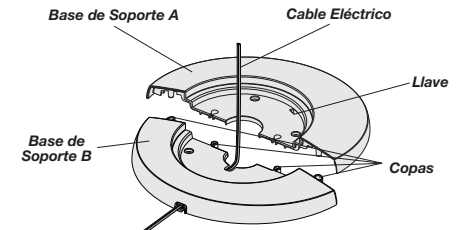
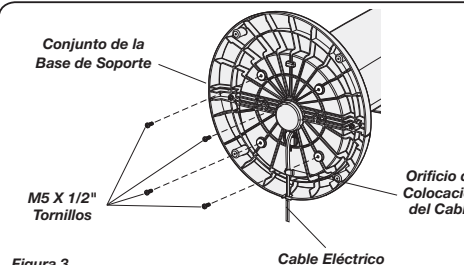

Figura 1
Figura 3
2. Arme las Mitades de la Base de Apoyo encastrando las Puntas de la Base de Apoyo A con los Orificios para Puntas en la Base de Apoyo B. Conecte el Cable Eléctrico a través del orificio grande en el centro de la Montura de la Base de Apoyo. (Figura 1)
4. Alinee la Montura de la Base de Apoyo con la Base del Motor, teniendo en cuenta que la ranura del cable en la parte inferior de la montura de la base de apoyo debe apuntar hacia la parte posterior del Ventilador. Adose la Montura de la Base de Apoyo a la Base del Motor con (4) Tornillos Largos M5 de 1/2". Cerciórese de alinear la Llave del Conjunto de la Base de Soporte con la Muesca Localizadora de la Base Del Motor. (Figura 1) Suavemente tire del Cable Eléctrico para evitar que quede flojo y colóquelo en el Orificio de Colocación del Cable. (Figura 3)
Este ventilador puede operarse con los controles manuales que se encuentran en la parte superior de la unidad (Figura 3) o mediante los controles Bluetooth® en su smartphone (Figura 4). Todas las funciones realizadas con los controles Bluetooth® funcionan idénticamente a los controles manuales. Para ver una descripción detallada de la sincronización Bluetooth®, consulte la guía de inicio rápido.